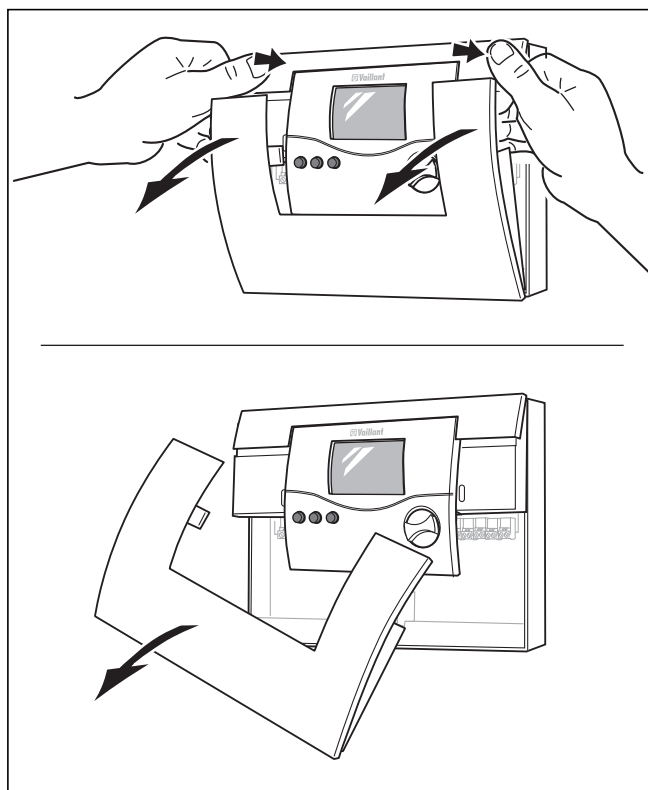

Fig. 4.2 Ouverture du boîtier de la régulation
- Retirez le couvercle inférieur du boîtier de la régulation comme il est indiqué à la fig. 4.2.